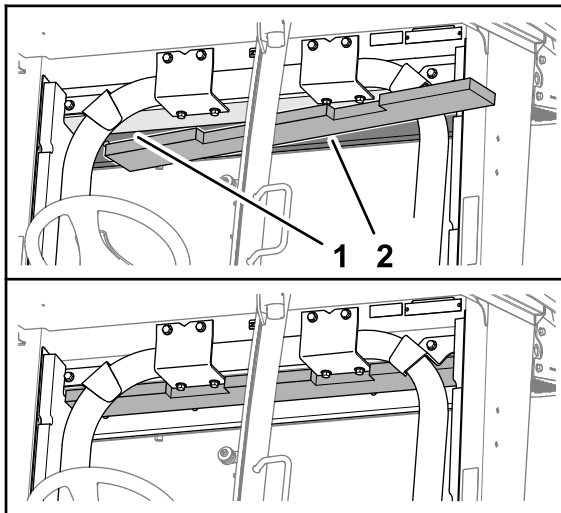

**Figura 30**
2. Retire la película protectora e instale la plancha inferior del techo encima de la ventanilla trasera de la cabina (Figura 30).